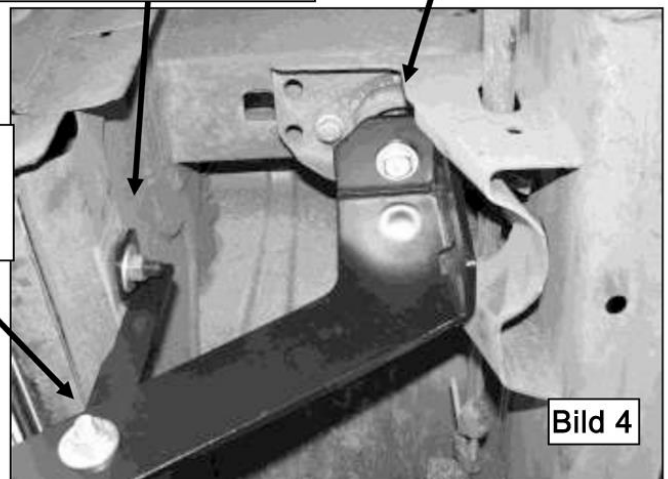

Bild 4
8. Fahren Sie nun mit der Montage der Stützhalterung für hinten fort. Entfernen Sie das Klebeband, das das Original Loch auf der Rückseite des Schwellers, in der Nähe der Halterung, verdeckt und führen Sie die Montage der Schrauben-Platte, wie unter **Schritt 5** beschrieben, durch. Nehmen Sie die Stützhalterung für die Fahrerseite hinten (kurz) und befestigen Sie diese an der Schrauben-Platte. Verwenden Sie hierzu (1x) 10mm U-Scheibe, (1x) 10mm Sicherungsscheibe und (1x) 10mm Sechskantmutter (**Bild 4**). **HINWEIS:** Platzieren Sie die Stützhalterung gegen die nach vorne gerichtete Seite der Halterung. Die gebogene Aufnahme der Stützhalterung zeigt in Richtung des **Fahrzeughecks**. Wiederholen Sie den **Schritt 7** um die Stützhalterung an der Montagehalterung zu befestigen (**Bild 4**). Ziehen Sie die Schrauben nur handfest an.